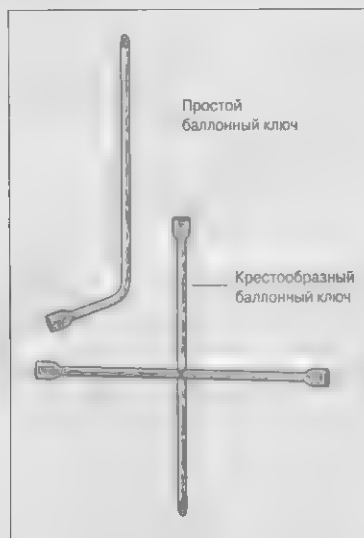

Рис. 2.20. Баллонные ключи необходимы при смене колес
- ✓ **Баллонный ключ.** Баллонный ключ иногда поставляется, как и домкрат с новыми машинами (рис. 2.20). Он используется для откручивания крепежных гаек колес. Если вы будете покупать баллонный ключ, остановите свой выбор на крестообразном — он даст большее усилие.